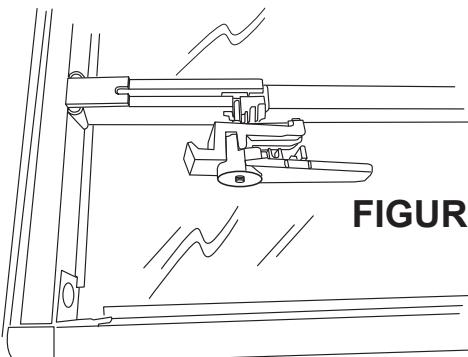

FIGURE 6
4. Aligner le boulon de l'ensemble d'attache (axe de la poignée) avec la fonction de retenue et faire tourner l'ensemble de poignée à plat sur la bâche, puis appuyer solidement pour fixer. Se reporter à la Figure 6. **NOTA :** Si l'on range la bâche complètement, le défaut d'effectuer cette étape pourrait entraîner le dommage à la surface de la bâche, depuis la poignée au contact de surface extérieur de la bâche !!!
6. Aligner le boulon de l'ensemble d'attache (axe de la poignée) avec la fonction de retenue et faire tourner l'ensemble de poignée à plat sur la bâche, puis appuyer solidement pour fixer. Se reporter à la Figure 6.